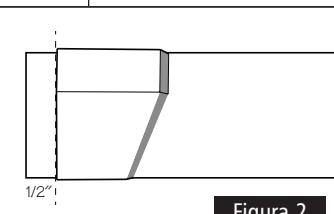

Figura 2
- 2 Pare una pata sobre una superficie plana con la orientación que se indica en la figura 2. Coloque el revestimiento del zócalo por detrás de la pata y alinee con la línea que marcó en lápiz. (Si para la pata y el revestimiento en forma vertical sobre una superficie plana se asegura de que queden nivelados en la base).